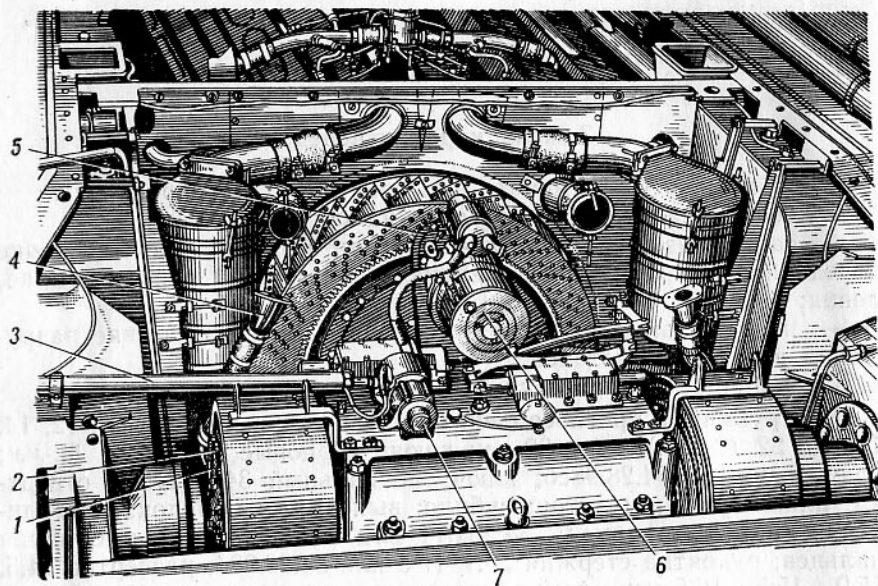

Рис. 17. Трансмиссионное отделение:
му листу. Вывернуть болты крепления патрубков 4 (рис. 17) отсоса пыли к выпускным трубам. Снять выпускные трубы.
23. Расшплинтовать и вывернуть болты 2 (рис. 17) крепления фланцев бортовых передач к ведомым барабанам бортовых фрик-
10. Рукой довернуть восемь регулировочных болтов 1 (рис. 17) во фланцах бортовых передач до упора их в обойму подшипника, после чего отвернуть на один оборот и законтрить гайками. Гайки застопорить шайбами, а болты зашплинтовать проволокой.
24. Уложить и закрепить болтами трубу 3 (рис. 17) с проводом к картеру коробки передач и к левому борту корпуса.